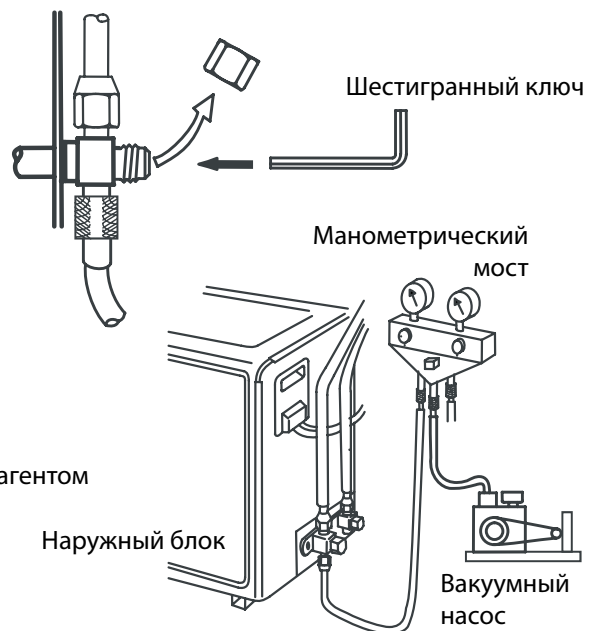

Рис. 5-11
4. Подсоедините к манометрическому мосту вакуумный насос и создайте внутри трубопровода вакуум не менее 76 мм рт.ст. По окончании вакуумирования закройте запорные вентили на манометрическом мосту. Значение вакуума не должно изменяться в течение 15 минут (смотри рис. 5-11).